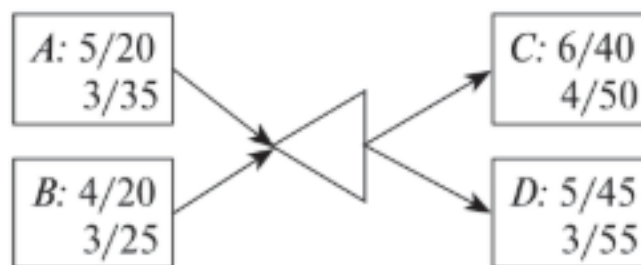

Рисунок 3. – к задаче 4
**Задача 4.** Примените метод Хинделанга – Муса для проекта, заданного моделью D-CPM (рис. 3), для общей продолжительности: а)  $T = 8$ ; б)  $T = 9$ .